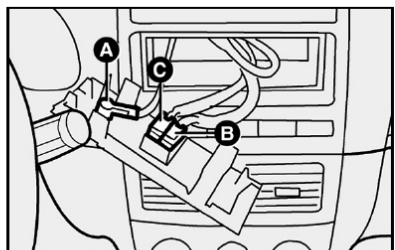

fig. 116
- cabo e plugue de alimentação elétrica para o auto-rádio **C-fig. 116**.
- cabo e conector para antena de teto **A-fig. 116**.
- cabos e plugue para conexão dos alto-falantes e tweeters **B-fig. 116**.
- cabo de alimentação do auto-rádio **C-fig. 116**.
- cabo para alto-falante dianteiro e traseiro **B-fig. 116**.